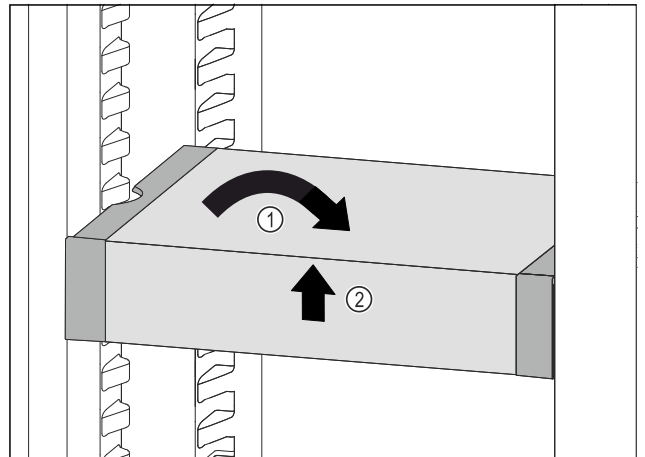

Fig. 72
- ▶ VarioSafe postavte rovno. Fig. 72 (1)
- ▶ VarioSafe nadvihnite vpredu. Fig. 72 (2)